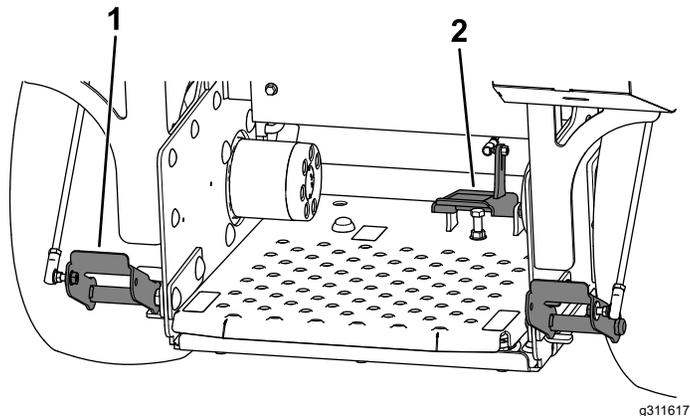

Figure 6
- Maintenez la pédale (Figure 6) enfoncée pour bloquer les roues pivotantes en position droit devant.
- Appuyez sur les pédales de frein gauche et droite (Figure 6) pour serrer les freins.